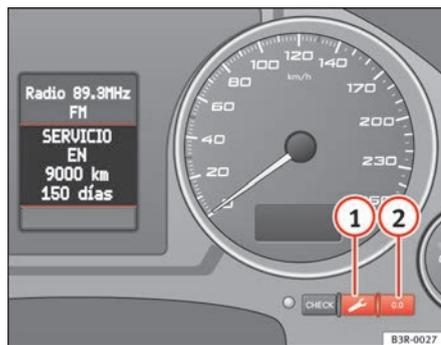

Fig. 51 Détail du combiné d'instruments : Indicateur de périodicité d'entretien
- Remettez le contact d'allumage en maintenant la touche ⇒ fig. 51 ① enfoncée. L'un des deux messages apparaît à l'afficheur : **Service dans ---- km** ou **Service !**.
- Maintenez enfoncée la touche de remise à zéro ② jusqu'à ce que le message **Entretien dans ---- km --- jours** ou **Entretien !** apparaisse à l'écran.